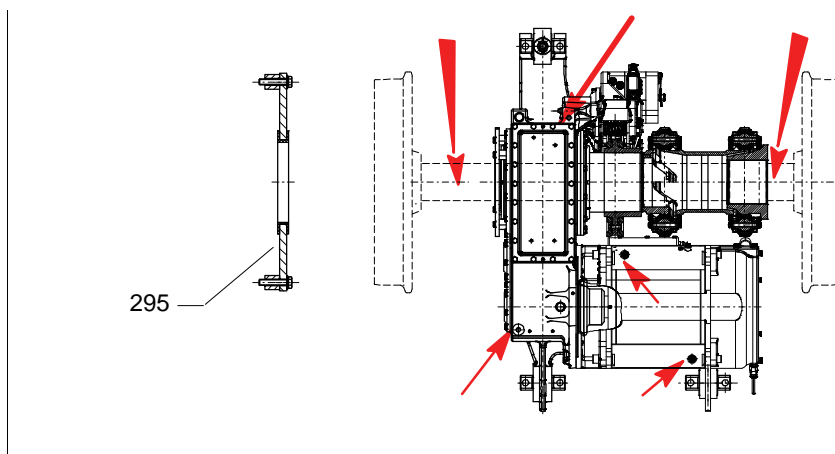

Bild 4.2
Ist das Getriebe mittels des Achsverbindingsteils auf die Radsatzwelle montiert, muß mit einer geeigneten Transportsicherung (295) (siehe Bild 4.2) die Radsatzwelle in der Hohlwelle zentrisch fixiert werden. Nach dem Einbau der Antriebseinheit in das Drehgestell ist diese Transportsicherung (295) zu entfernen.
Beim Anheben der Antriebseinheit mit Radsatzwelle muß die Achse mit Gurten und die Getriebe-Motoreinheit mit Haken über Ringschrauben angehoben werden (siehe Bild 4.2).